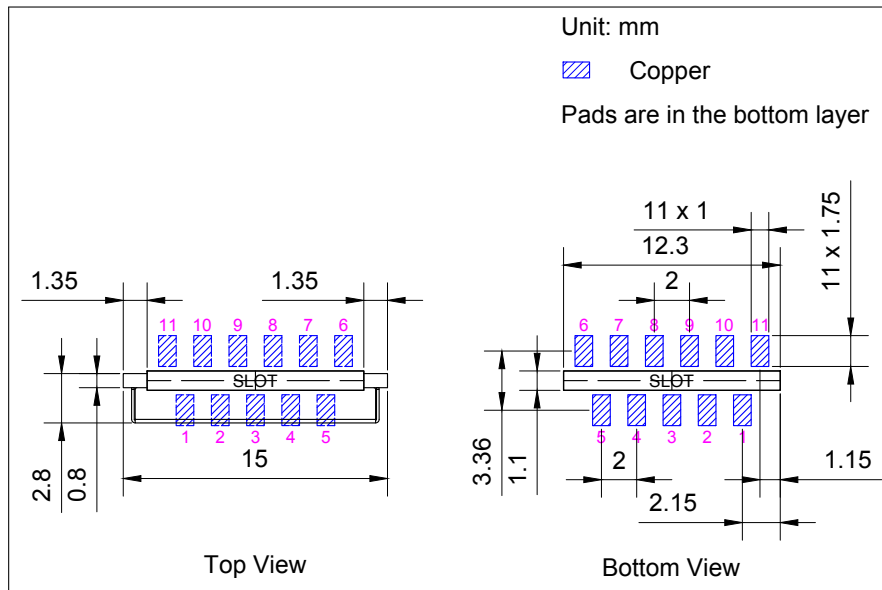

图 11-1. 推荐 PCB 封装图形
- 推荐 PCB 封装图，标有 PCB 设计所需的全部尺寸。详见图 11-1 推荐 PCB 封装图形。
- 推荐 PCB 封装图的源文件，用于测量图 11-1 中未标注的尺寸。您可用 Autodesk Viewer 查看 ESP8685-WROOM-03 的封装图源文件。